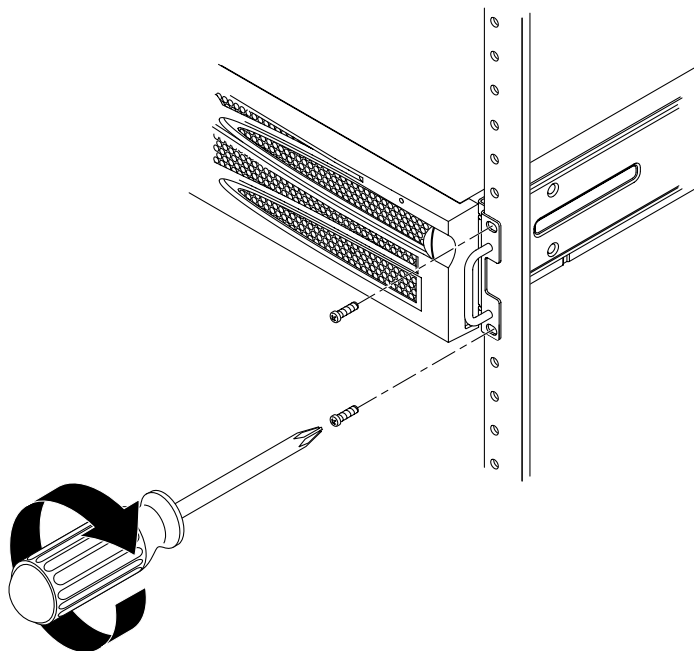

FIGURA 3-13 Fijación de la parte frontal del sistema al bastidor
15. Con dos tornillos por cada lado, fije el frontal de los soportes de montaje fijo acoplados a los lados del servidor en la parte frontal del bastidor (FIGURA 3-13). El tamaño de los tornillos varía, según el bastidor.